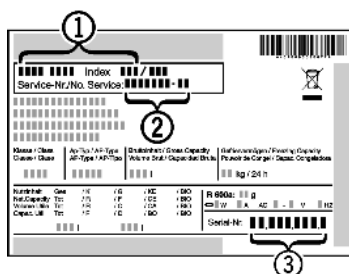

Fig. 9
► Aflæsapparatets betegnelse *Fig. 9 (1)*, service-nr. *Fig. 9 (2)* og serie-nr. *Fig. 9 (3)* fra typeskiltet. Typeskiltet er anbragt på apparatets venstre inderside.
► Underret vores kundeservice og meddel fejlen, apparatets betegnelse *Fig. 9 (1)*, service-nr. *Fig. 9 (2)* og serie-nr. *Fig. 9 (3)*.